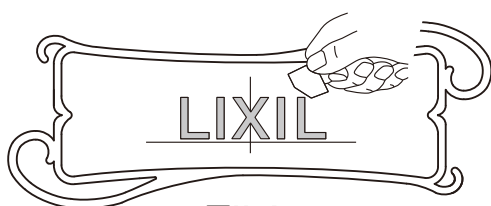

図11-4
④台紙をはがして文字がはがれないようにしっかり貼り付けてください。(図11-4参照)